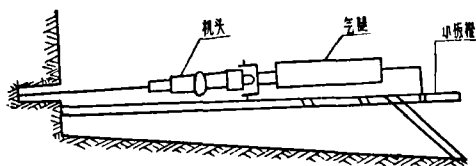
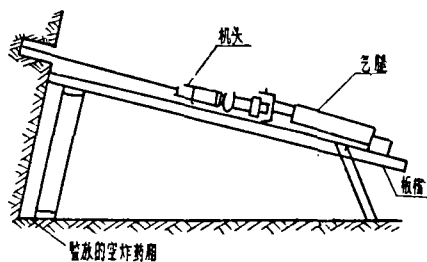

图2 小板橇打底眼
图3 小板橇打腰眼
2. 用小板橇打眼能打工作面上的一半砲眼 (图2、图3)，推进时把机头后部与气腿上的铁擋板用